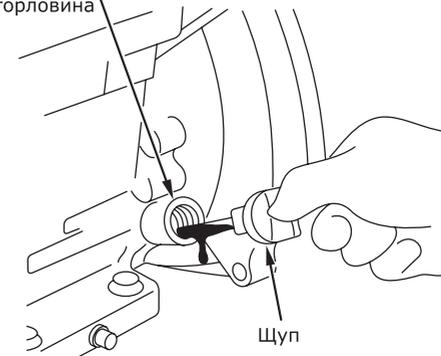

Рис. 3
- Каждый раз перед запуском двигателя и через каждые пять часов работы мотопомпы проверяйте уровень масла в двигателе. Поддерживайте уровень масла между отметками Min и Max на масляном щупе или по краю маслоналивной горловины (рис. 3).